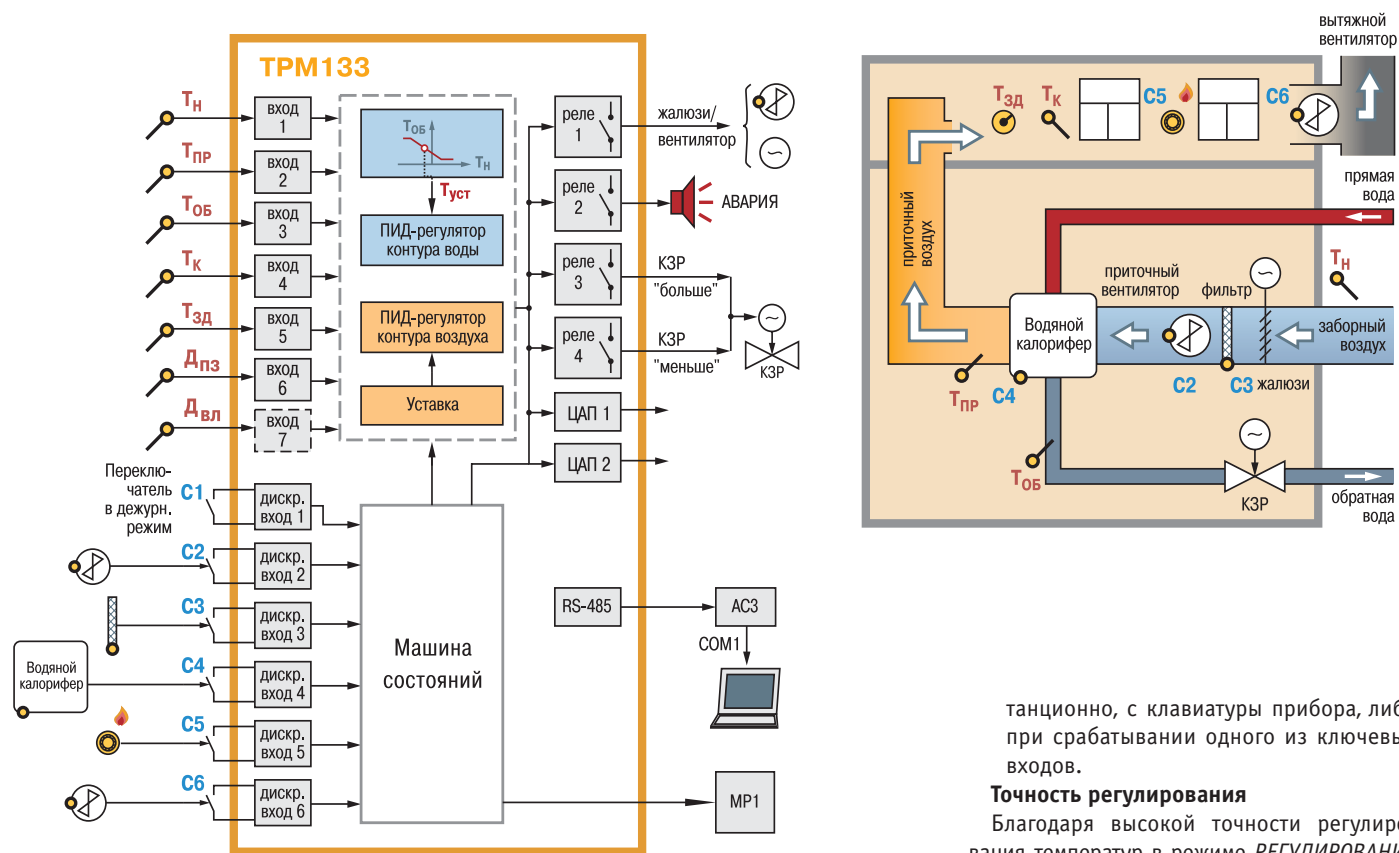

Рис. 2. Функциональные возможности контроллера ОБЕН TRM133
1. *Прибор ТРМ133 позволяет увеличить число контролируемых параметров и номенклатуру управляемых исполнительных механизмов вентиляционной системы. Для этого в нем добавились входные устройства и выходные элементы (рис.2).*